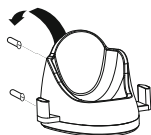

Bild 2
1. Befestigen Sie die Ladestation an einer Wand, wie gezeigt (Bild 2). Abstand der Bohrungen bei Wandmontage 3,7 cm.